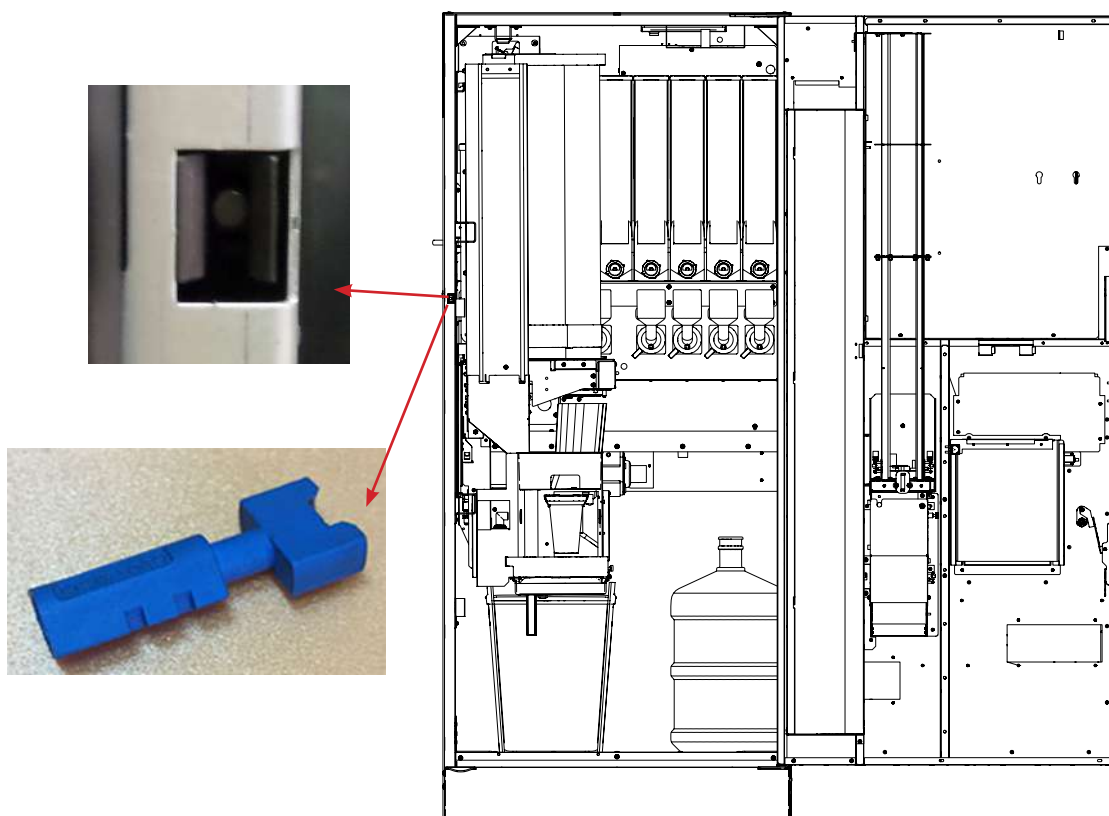

Рисунок 9 - Сервисный ключ
- Вставьте сервисный ключ в прерыватель двери (рис. 9) и поверните его по часовой стрелке на 90° до фиксации.